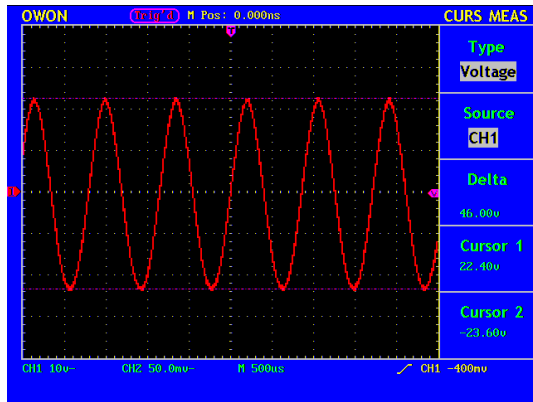

Рисунок 5.34.2. Измерение напряжения с помощью курсоров
- Переместите **CURSOR1** и **CURSOR2** в нужное положение в соответствии с формой сигнала; в окне "Delta" будет показано значение напряжения между курсорами 1 и 2; в окнах "Cursor 1" и "Cursor 2" значения соответствующие положениям курсоров (см. рис. 5.34.2).